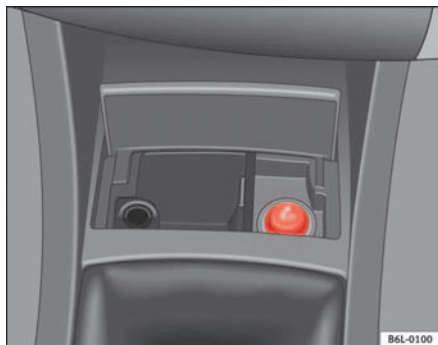

Abb. 85 Zigarettenanzünder
- Drücken Sie den Zigarettenanzünder ⇒ Abb. 85 zum Einschalten hinein ⇒ .